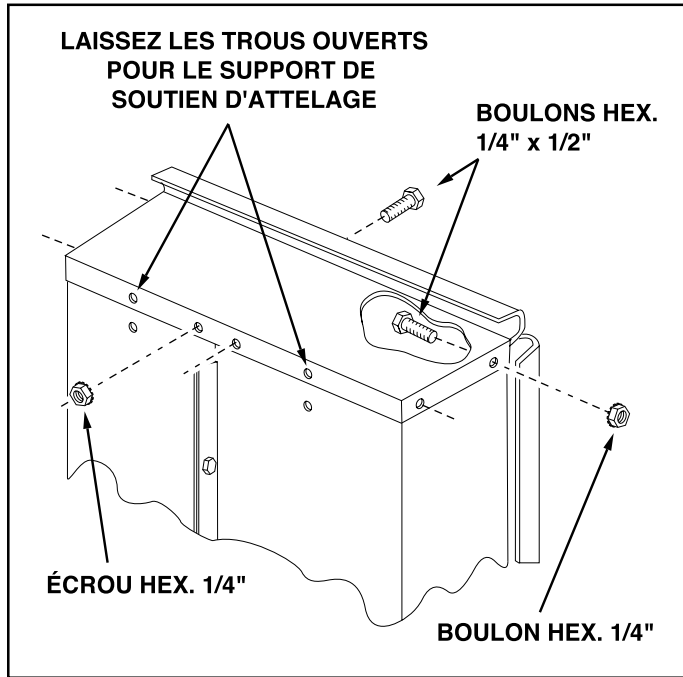

FIGURE 5
9. Assemblez le panneau avant sur l'extrémité de la remorque en utilisant six boulons hex. 1/4" x 1/2" et des écrous 1/4" comme montré dans la figure 5. Laissez deux trous vides en bas du panneau comme indiqué. Ayant les éléments de moitié de carrosserie liés l'un à l'autre, **serrez** les boulons en bas du panneau avant, puis **serrez** les boulons sur les côtés. Voir figure 5. A ce stade, **serrez** les boulons assemblés lors de l'étape 4, ce qui fixe le bas de la remorque avec celle-ci.